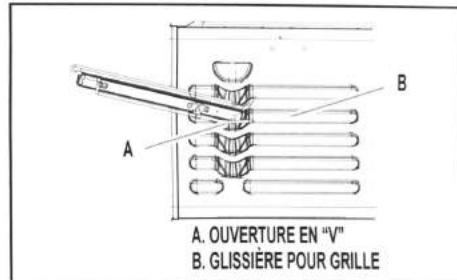

FIGURE 2
10. Incliner la grille, avant vers le haut, et insérer le rebord arrière dans l'ouverture en "V" des glissières de la cavité du four. Voir la Figure 2.